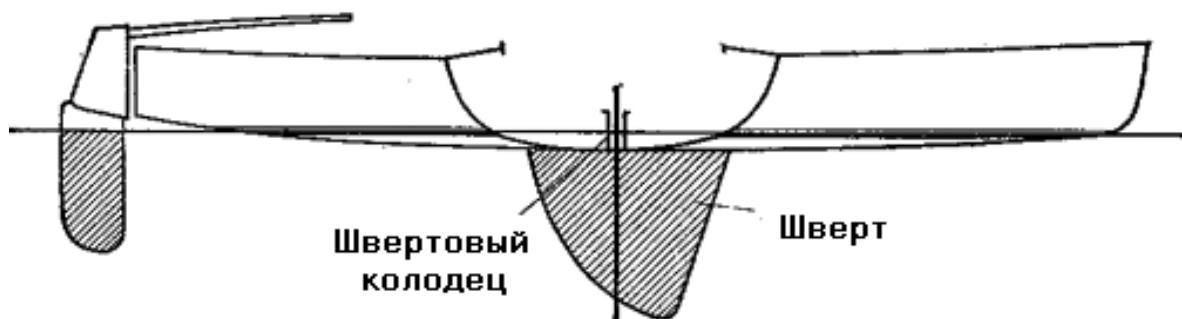

Рис. 5. Швертбот
**Швертботы** (рис. 5) имеют мелкосидящий и относительно широкий корпус. В середине корпуса сделана щель, в которой помещается плоский (металлический или деревянный) выдвижной киль — **шверт**. Щель для прохода шверта окружена деревянным или металлическим ящиком — **швертовым колодцем**, верхний срез которого расположен выше ватерлинии. Когда нет необходимости в дополнительном боковом сопротивлении (например, при попутных ветрах) или когда проходят мелкое место, шверт можно поднять и даже совсем убрать в швертовый колодец.